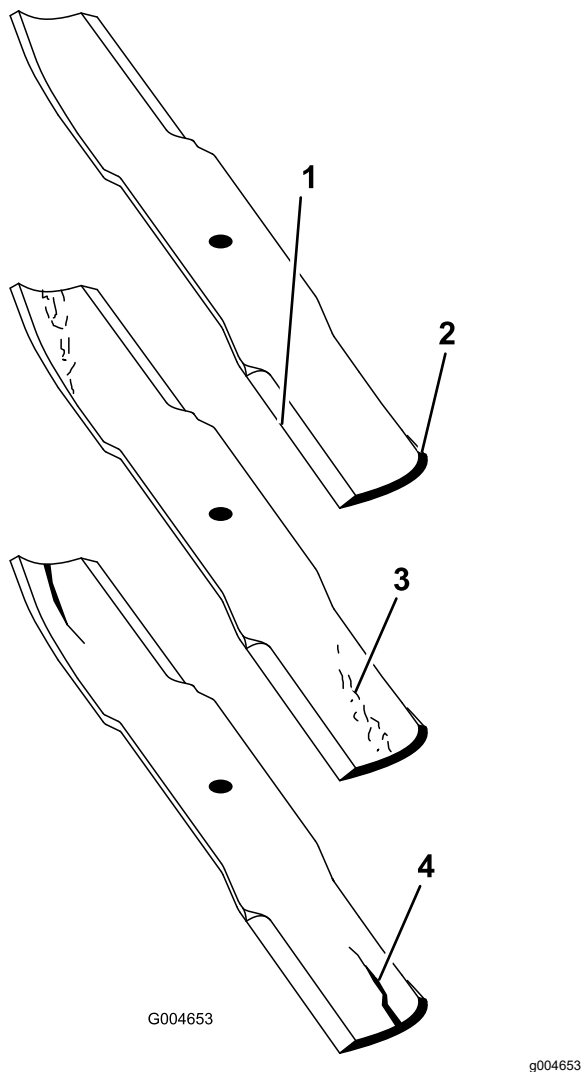

Figure 76
2. Examinez attentivement les tranchants de la lame, particulièrement au point de rencontre de la partie plane et de l'ailette (Figure 76).
Remarque: Le sable et les matières abrasives peuvent éroder le métal à cet endroit, c'est pourquoi il est important de contrôler l'état de la lame avant d'utiliser la tondeuse. Remplacez la lame si elle semble usée (Figure 76).